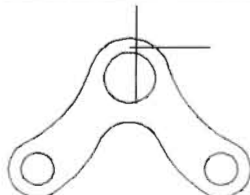

图 4-167
(2) 把水平直线垂直向上移动31mm,把垂直直线水平向右移动3.5mm,如图4-167所示。